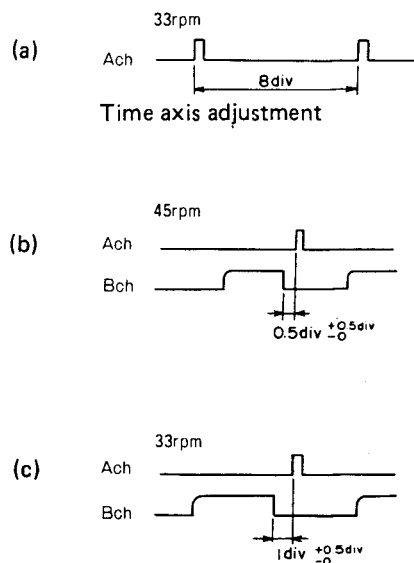

Fig. 12-2 Formes d'onde de réglage du fonctionnement du moteur
2. Connecter le Ach de l'oscilloscope à deux traces, au bloc de la plaquette de circuit, à la broche No. 15 de Q3 (PD0008), et GND. Régler l'axe de temps de telle manière qu'une période de la forme d'onde de sortie soit égale à 8 divisions en mode de 33 tours/minute. Fig. 12-2 (a).
3. Connecter le Bch de l'oscilloscope à deux traces à la broche No. 15 de Q1 (PA2017), et GND. Régler VR2 (45 tours/minute) de telle manière que le rapport entre les formes d'onde Ach et Bch en mode de 45 tours/minute soit celui indiqué par la Fig. 12-2 (b).
4. Régler le plateau sur 33 tours/minute et régler VR1 (33 tours/minute) jusqu'à ce que le rapport entre les formes d'onde de Ach et Bch soit celui indiqué par la Fig. 12-2 (c).